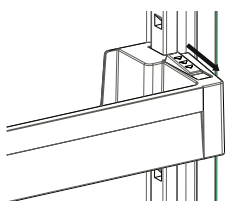

Fig. 1
**Pour changer la position du du balconnet AdaptiLift,** tenez-le par le bas et tirez sur les boutons situés de chaque côté du balconnet dans le sens de la flèche (Fig. 1)